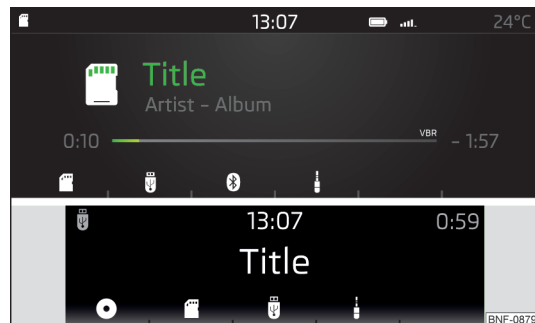

Fig. 105
- Tryk på knappen [MEDIA], og vælg den ønskede kilde ved hjælp af funktionsknapperne for at **vælge audiokilden i hovedmenuen Medier** » Fig. 105.